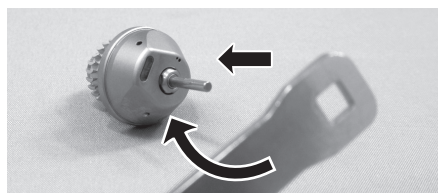

Fig. 22
- 3) Finalmente inserte el tornillo del vástago del rotor sobre la fresa y apriétela firmemente con la llave, mientras sujeta el rotor. (Fig.22)